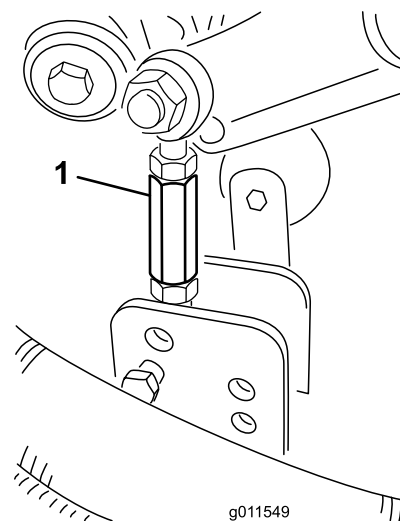
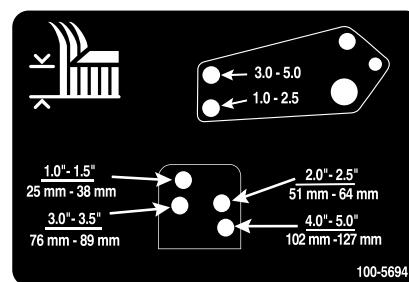

Figure 24
Figure 25
8. Enlevez les goupilles fendues et les axes de chape qui fixent les biellettes d'amortisseurs aux supports du plateau de coupe (Figure 24). Alignez les trous de la bielle d'amortisseur avec ceux du support de hauteur de coupe sélectionnés dans le bâti des plateaux de coupe (Figure 25), puis insérez les axes de chape et posez les goupilles fendues.